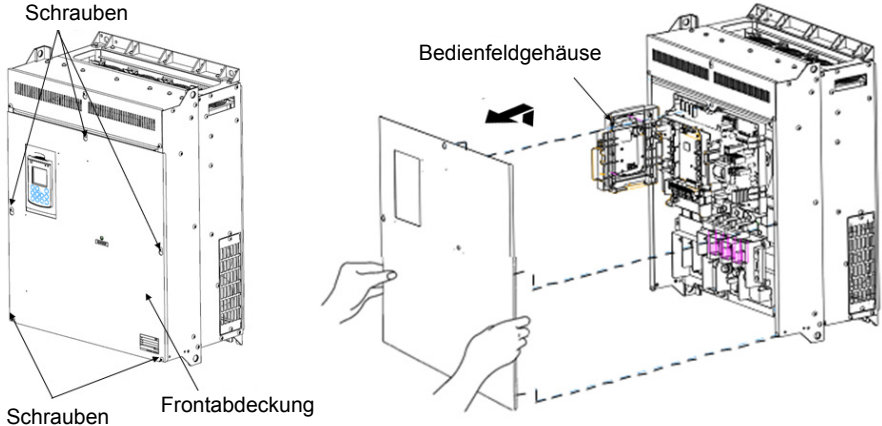

Abbildung 2.3 Entfernen der Frontabdeckung und des Klemmenblocks (FRN110AQ1S-4□)
(2) 110 bis 710 kW
- ① Die Schrauben an der Frontabdeckung lösen, das rechte und linke Ende der Frontabdeckung halten, und die Abdeckung zum Abnehmen hochschieben.
- ② Nachdem die notwendigen Kabelverbindungen durchgeführt worden sind, die Oberseite der Frontabdeckung auf die Löcher im Gerät ausrichten, und die Abdeckung durch Umkehren des in Abbildung 2.3 dargestellten Vorgangs wieder anbringen.